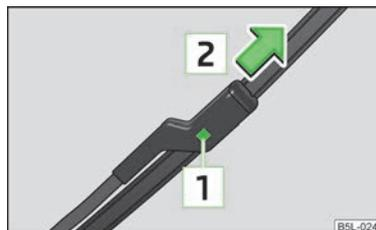

Abb. 32
- Die Sicherung **1** » Abb. 32 drücken, um das Wischerblatt zu entriegeln, und in Pfeilrichtung **2** abziehen.